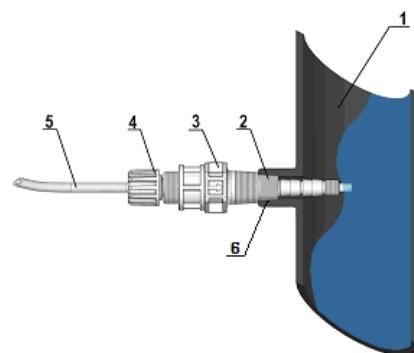

Fig. 7 - Conjunto de conexão
Evitar curvas excessivas para evitar gargalos no próprio tubo tanto no tubo de fluxo quanto no próprio tubo de sucção. No ponto mais adequado para a injeção do produto a ser fornecido, aplicar uma rosca fêmea de gás de 3/8 "ou uma ½" no conduto da planta a ser tratada. Este encaixe não é fornecido. Apertar a válvula de injeção no "encaixe da junta" usando fita de PTFE; veja a Fig. 7. Conectar o tubo à válvula de injeção cônica e fixá-lo com o anel de bloqueio (4). A válvula de injeção também é uma válvula de retenção.